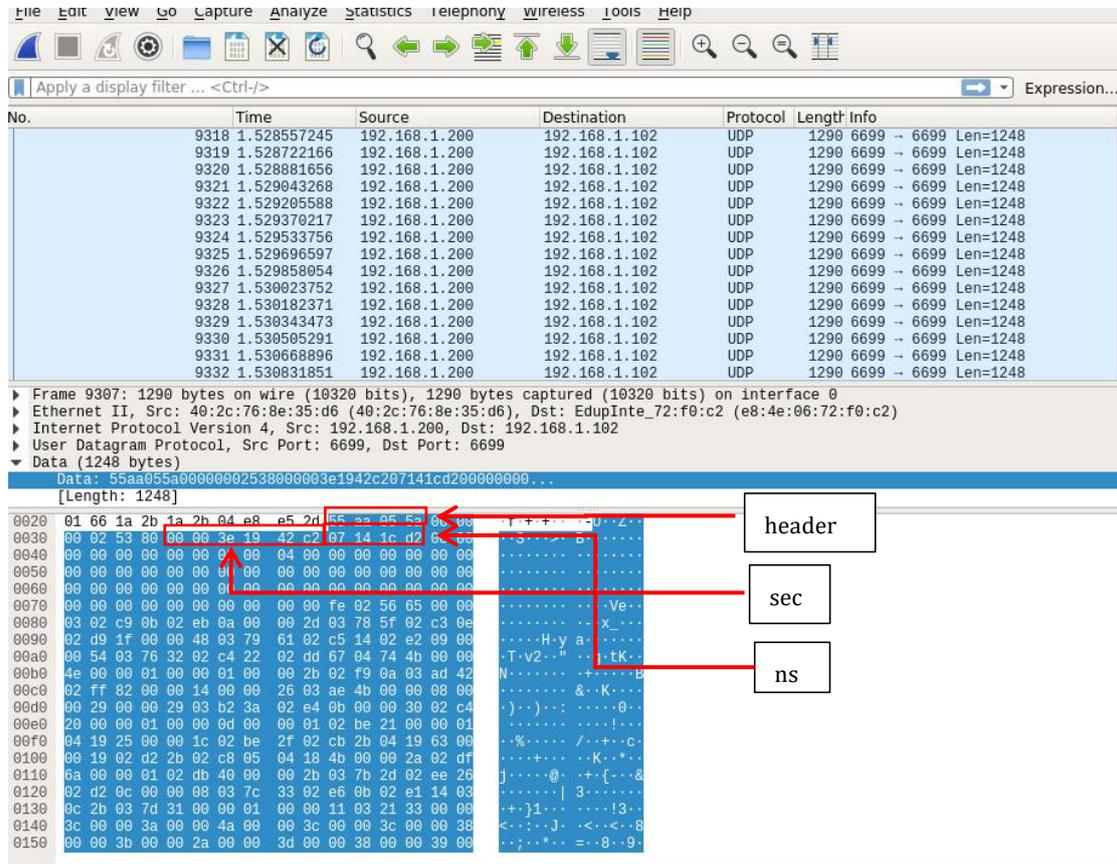

图 10 PTP 时间戳示意图
- 1) 时间戳分为秒部分和纳秒部分，图 10 所示秒部分为 0x00003e1942c2(1041842882)；纳秒部分为 0x07141cde(118758610)；
- 2) 秒部分为 UTC 时间戳，表示从 1970 年 1 月 1 日 0 分 0 秒（伦敦时间）到当前时间的秒增量计数，图 10 所示标识伦敦时间 2003-01-06 09:48:02；
- 3) 纳秒部分最大值为 0x3B9AC9FF(999999999),其最大值加 1 后纳秒归零而秒进 1，图 10 所示为 118758610 纳秒；